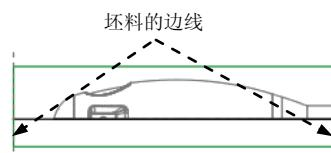

图 8.21 截面草图
(3) 绘制截面草图。选取图 8.21 所示的坯料的边线和复制曲面的边线为草绘参考；绘制图 8.21 所示的截面草图（截面草图为一条线段）；完成截面的绘制后，单击“草绘”操控板中的“确定”按钮 。